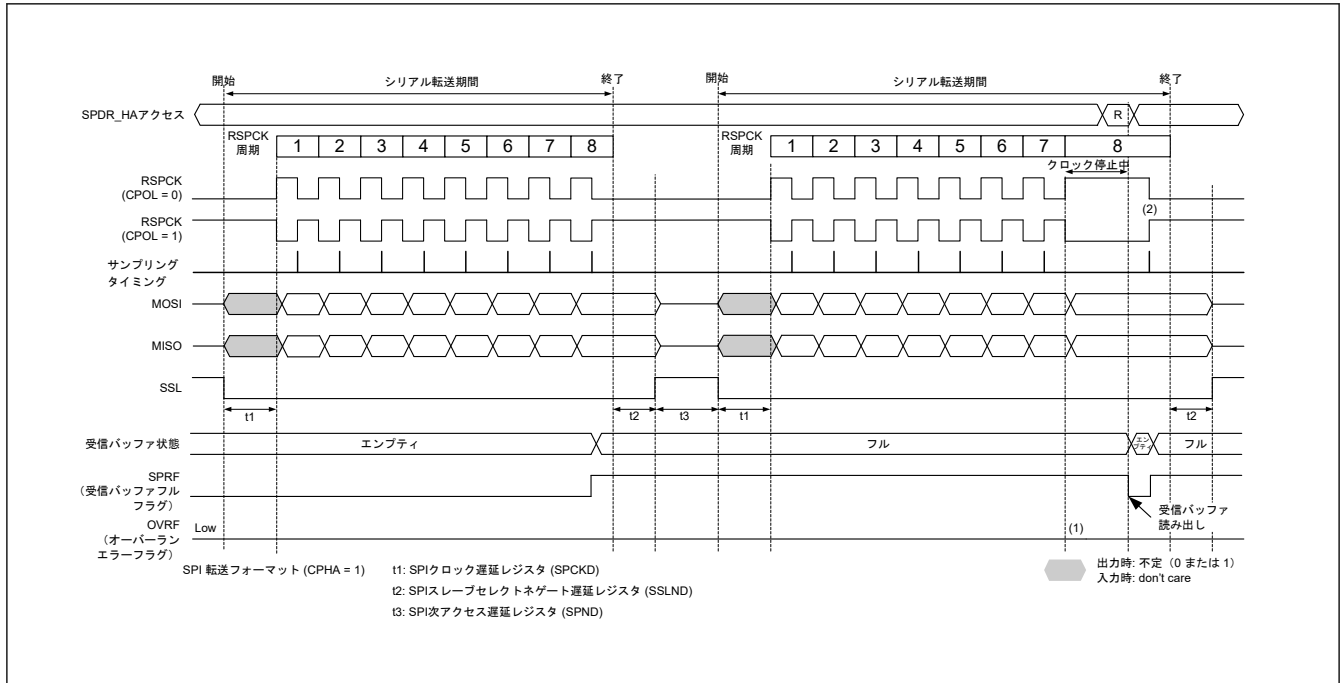
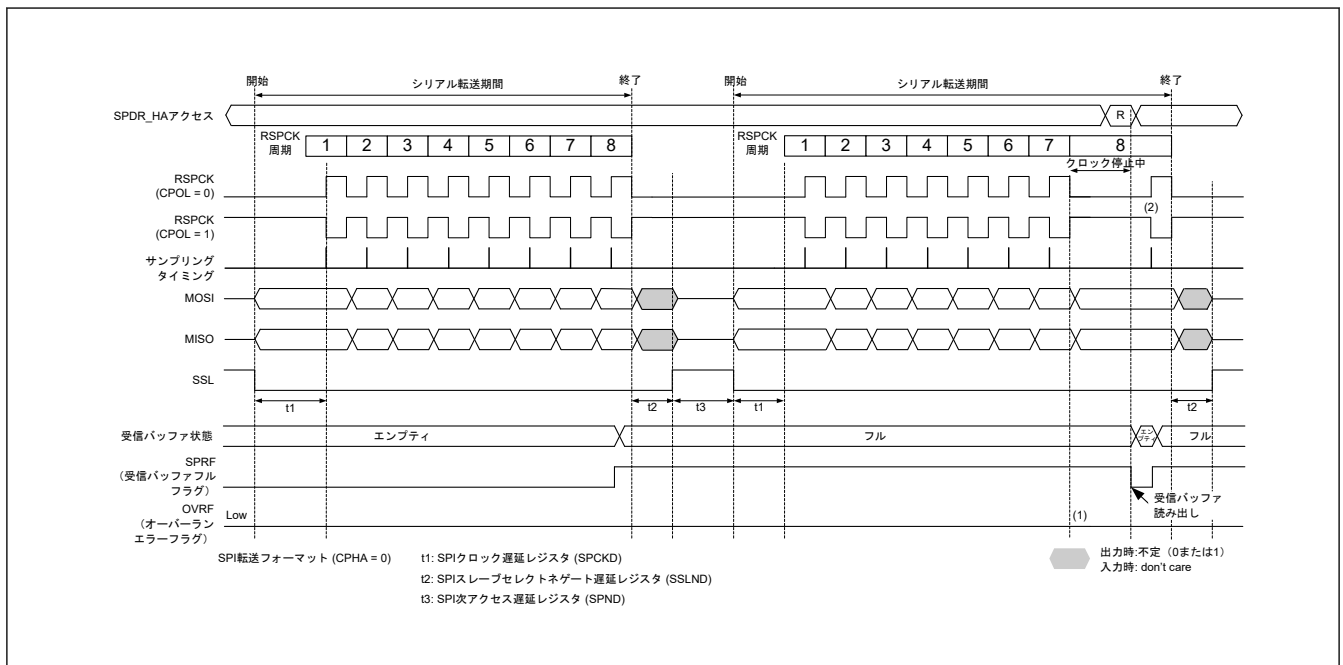

図 33.40 マスターモードの受信バッファフルの状態でのシリアル転送が継続するときのクロック停止波形 (CPHA = 1)
図 33.41 マスターモードの受信バッファフルの状態でのシリアル転送が継続するときのクロック停止波形 (CPHA = 0)
マスターモードで RSPCK 自動停止機能を有効 (SPCR2.SCKASE = 1) にした場合は、オーバーランエラーが発生しません。図 33.40 と図 33.41 に、マスターモード時の受信バッファフルの状態でのシリアル転送が継続するときのクロック停止波形を示します。
以下に、図 33.40 および図 33.41 の (1)、(2) に示したタイミングでのフラグ動作を説明します。